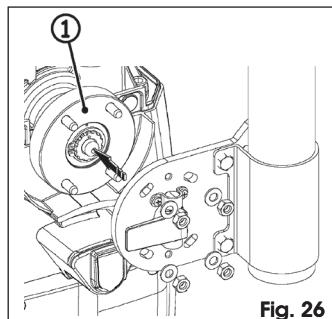

Fig. 26
- Plaats het geheel op de meenemer, Fig. 26 ref. ①, en houd daarbij rekening met de in de afbeelding aangegeven oriëntatie in geval van een linkse sluiting.